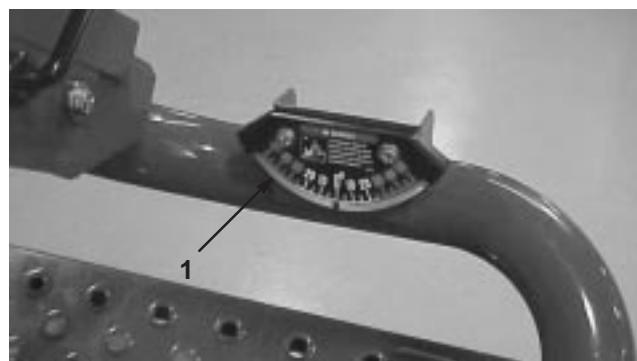

Bild 7
- Kontrollieren Sie, ob die Maschine nivelliert ist, indem Sie einen manuellen Neigungsmesser (gehört zum Lieferumfang der Maschine) gegen eine Querschiene des Chassis am Kraftstofftank halten (Bild 7). Aus der Fahrerposition gesehen muss der Neigungsmesser auf Null stehen.